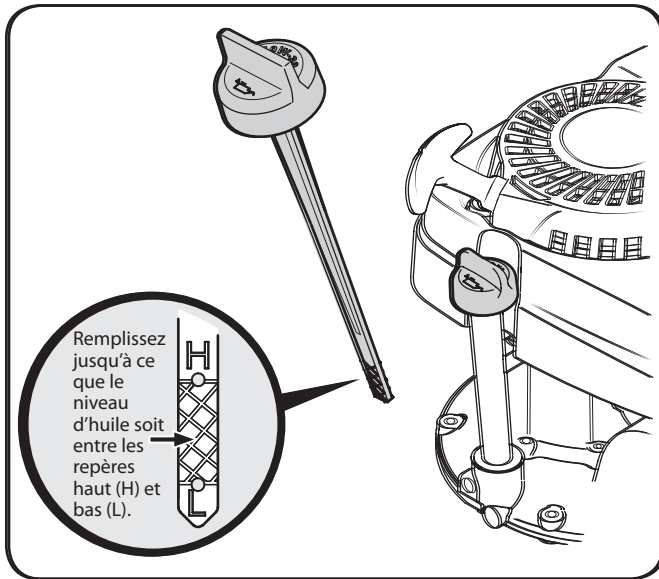

Figure 3-3
1. Enlevez le capuchon de remplissage de l'huile et essuyez la jauge à huile. Voir la Figure 3-3.
3. Sortez la jauge à huile du goulot de remplissage. Si le niveau d'huile est bas, ajoutez lentement de l'huile jusqu'à ce que le niveau d'huile soit entre les repères haut (H) et bas (L). Voir la Figure 3-3.